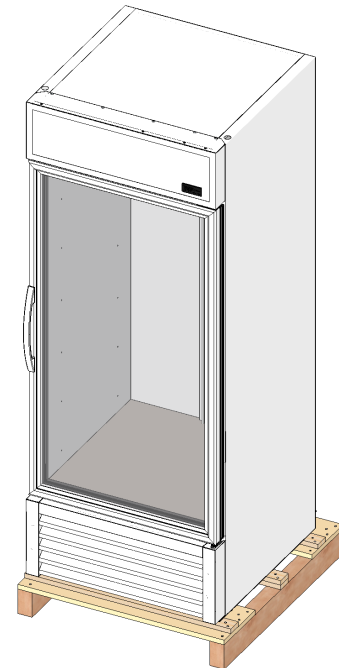

Fig. 1. Retirez l'emballage extérieur.
1. Enlevez l'emballage extérieur (carton et papier bullé ou coins en polystyrène expansé et plastique transparent). Voir fig. 1. Vérifiez qu'il n'y a pas de dommages cachés. Effectuez immédiatement une réclamation auprès du transporteur si vous constatez un dégât.